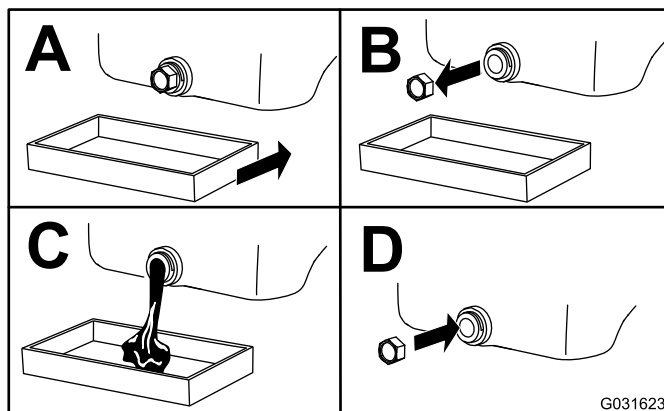

Рисунок 37
3. Замените масло (Рисунок 37).